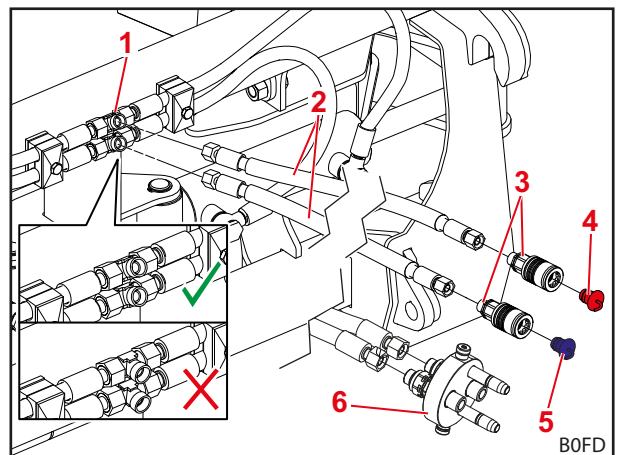

Fig. 52 Montering af forsyningsledningerne
- (3) Forbind hver 2 hydraulikledninger med 1 T-studs.
**i** T-studsernes åbning skal så vidt som muligt vende opad (se Fig. 52). Ellers skurer forsyningsledningerne senere mod skifterammens tværstang.
- (4) Spænd skuerne med en momentnøgle.